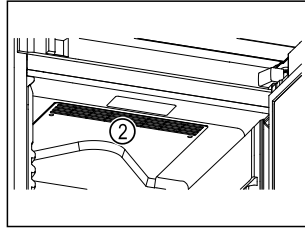

Fig. 64
- ☐ Lüftungsschlitze Fig. 64 (2) des Umluftgebläses im Innenraum freihalten.